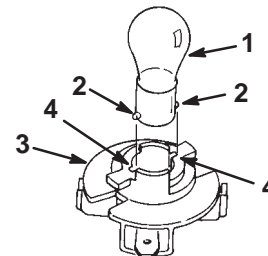

Bild 32
9. Setzen Sie die Birne ein und drehen Sie diese entgegen des Uhrzeigersinns bis zum Anschlag (ungefähr 1/4 Umdrehung), und nehmen sie die Birne aus der Birnenfassung heraus (Bild 32).
2. Stecken Sie den Sockel in die Fassung (Bild 32).